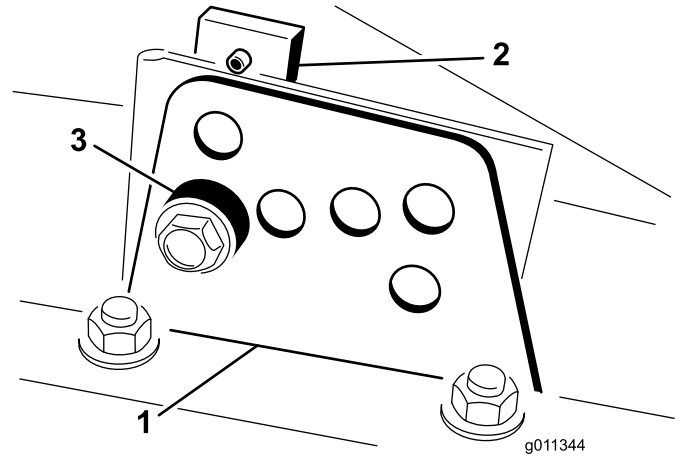

图9
2. 拧松将各剪草高度支架固定至剪草高度板的螺栓（前面和两侧）（图9）。